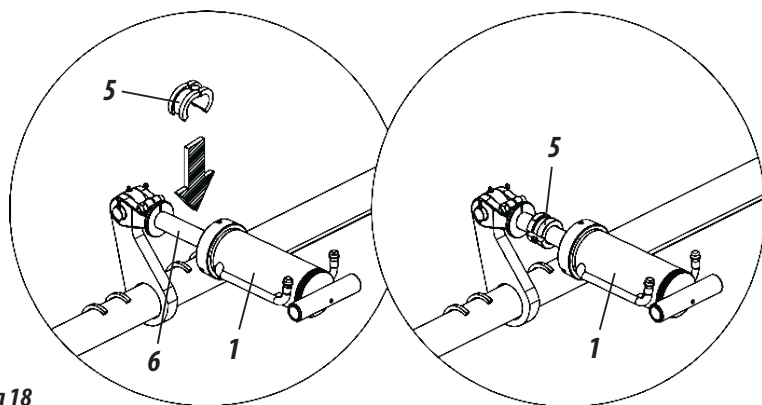

Figura 18
- 4- Em seguida, antes de abaixar o cilindro hidráulico (1), coloque os anéis limitadores (5) nas hastes (6) dos cilindros, isso evitará que o peso suspenso das linhas fique maior, conforme mostra a figura 18.
- 5- Para regular os novos espaçamentos, solte os parafusos (1), liberan-